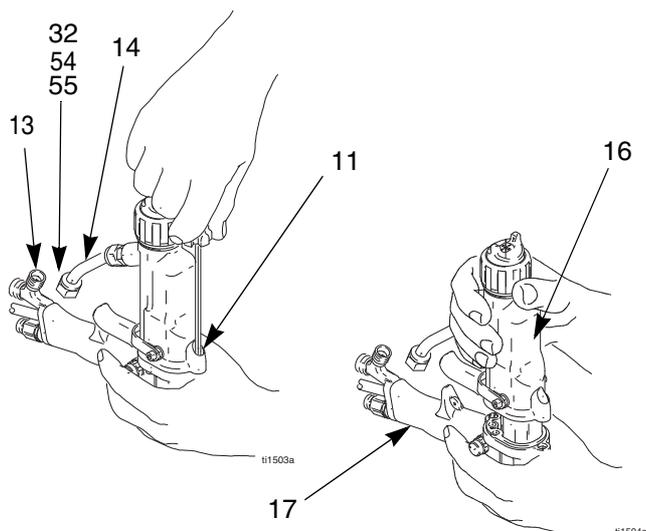

Fig. 16. Retrait du canon
4. Maintenez la poignée du pistolet (17) d'une main et tirez bien droit le canon (16) pour le retirer de cette dernière. Consultez la Fig. 16.